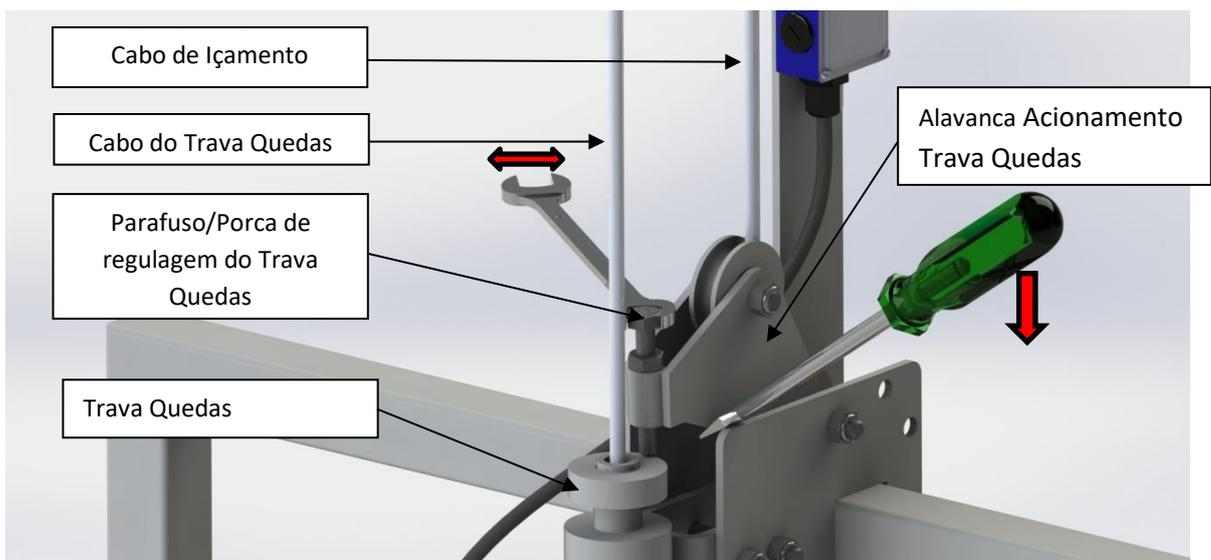

Figura 10
- c) Com auxílio de uma chave de fenda ou vergalhão, libere o Trava-Quedas movendo para cima a Alavanca de Acionamento do Trava-Quedas (ver Figura 10).